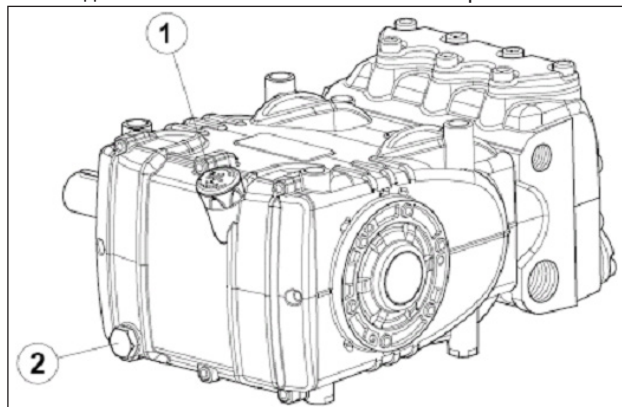

Рис. 3
с помощью маслоизмерительного щупа поз. ①, Рис. 3.
Правильная проверка уровня масла выполняется на насосе при комнатной температуре, а замена масла должна производиться на насосе при рабочей температуре путем извлечения маслоизмерительного щупа поз. ①, а затем пробки, поз. ②, Рис. 3.
Подготовьте систему таким образом, чтобы ни при каких условиях во время работы насоса температура масла не превышала **100°C (212°F)**. Пользуйтесь температурным датчиком, вставляемым в маслосливную пробку, поз. ② Рис. 3. См. руководство "ВЗРЫВОЗАЩИТА АТЕХ".